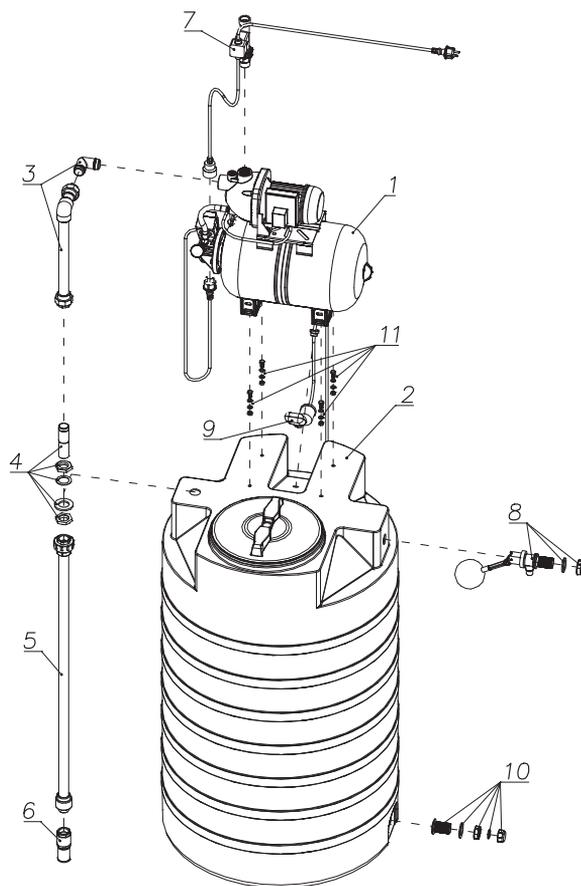

Рис. 3
3.11 Комплект крепежных элементов для соединения АНС с баком (поз11 рис.3) - 1 комп. (болты М8х20 -4шт., гайки М8-4шт., шайба 8 - 8шт. шайба пружинная 8)
4 СБОРКА ОБОРУДОВАНИЯ (рисунок 3)
4.1.1 Из бака объемом 500 л (поз.2 рис.3) выкручивается верхняя резьбовая крышка горловины.